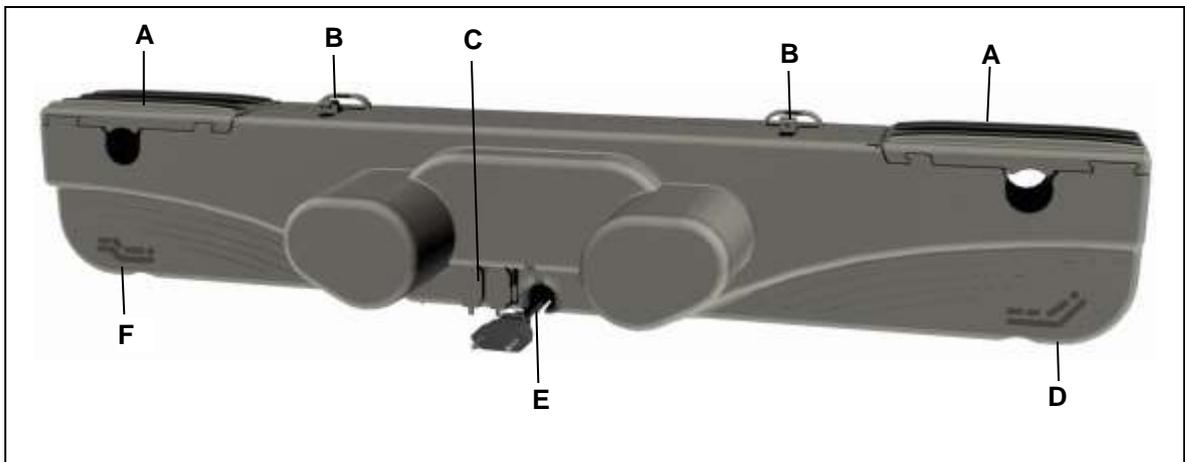

Abbildung 4 Hauptbestandteile des Doppelantriebs OKIMAT 6 & OKIMAT 6B (Variante: feste Netzanschlussleitung)
- 2 Ziehen Sie die Schließer (A) mit etwas Kraft seitlich komplett ab. Die Aufnahmen (B) für die Beschläge (D) werden frei.
- 3 Bringen Sie den OKIMAT 6 oder OKIMAT 6B in die richtige Position zur Applikation. Die Aufnahmen für die Kopf- und Fußseite müssen den jeweiligen Beschlägen an der Applikation zugeordnet sein (Symbole am OKIMAT 6 oder OKIMAT 6B siehe Abbildung 4).
- 4 Schieben Sie den Antrieb mit den Aufnahmen (B) auf die Beschläge (D).
- 5 Schieben Sie die Schließer (A) wieder auf den Antrieb, bis sie einrasten. Der OKIMAT 6 oder OKIMAT 6B ist fest mit der Applikation verbunden.